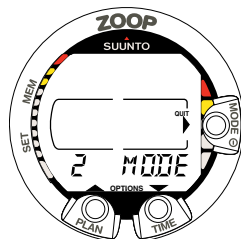

Abb. 4.1 Modus-Option im Hauptmenü. [2 MODE].
1. Aktivieren Sie das Menü, indem Sie einmal den SMART (Mode)-Kontakt im Tauchgangsmodus drücken (Abb. 4.1).